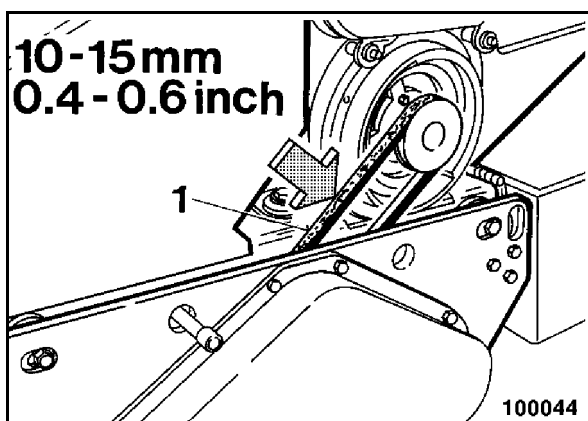

рис. 63
- Проверить состояние и натяжение клинового ремня 1 (рис. 63). Заменить поврежденный клиновой ремень.